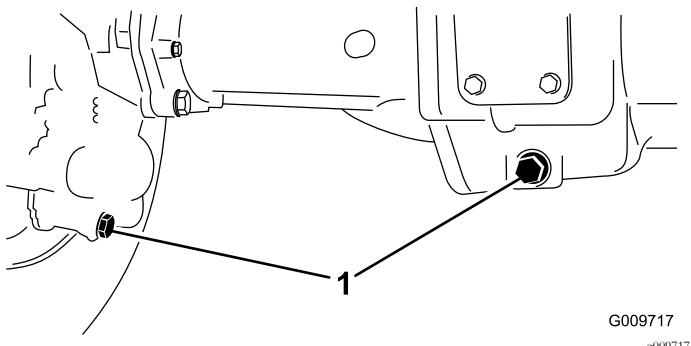

Figura 57
- Limpie la zona alrededor de los tres tapones de vaciado, uno en cada extremo y uno en el centro (Figura 57).